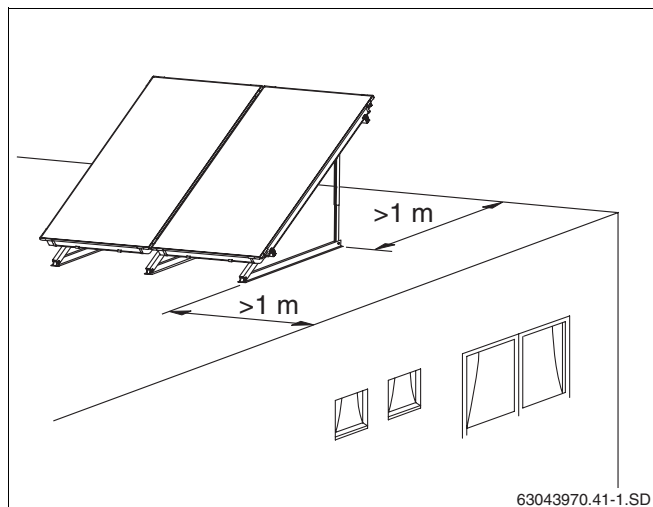

Fig. 15 Distanza dal bordo del tetto
- E' importante prevedere, già prima del montaggio, una distanza di almeno un metro fra i sostegni per tetto piano e il bordo del tetto piano (fig. 15).